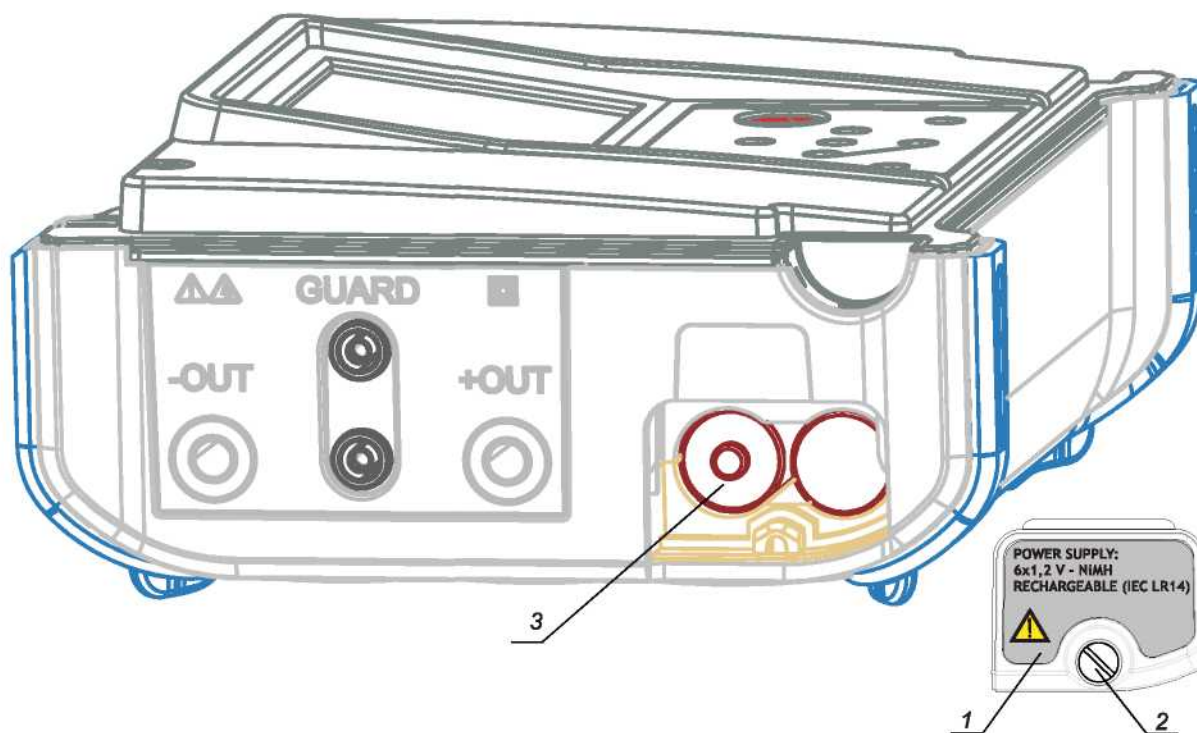

Рис. 15. Правильно установленные батареи
Батарейный отсек располагается в нижней части корпуса прибора и закрыт крышкой (см. **Рис. 15**). При первоначальной установке батарей, необходимо:
- ◆ Правильно установить батареи (см. **Рис. 15**), в противном случае прибор не будет работать!
Батарейный отсек располагается в нижней части корпуса прибора и закрыт крышкой (см. **Рис. 15**). При неисправности батарей необходимо проделать следующее:
- ◆ Правильно установите батареи (см. Рис. 15), в противном случае прибор не будет работать!
Номинальное напряжение питания равно 7.2 В постоянного тока. Используйте шесть NiMH элементов питания, размер которых соответствует IEC LR14 (габариты: диаметр = 26 мм, высота = 46 мм). Правильность выбора полярности при установке батарей приведен на **Рис.15**.